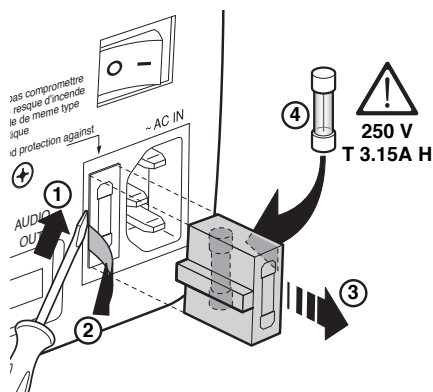

Abb.3
Das Sicherungsfach befindet sich in der Nähe des Netzverbinders (Abb. 3). Entfernen Sie mit einem flachen Schraubenzieher den Sicherungsbehälter (2) und ersetzen Sie die Sicherung (3). Setzen Sie anschließend eine neue Ersatzsicherung ein (4). Verwenden Sie ausschließlich Sicherungen vom Typ T 5A H.